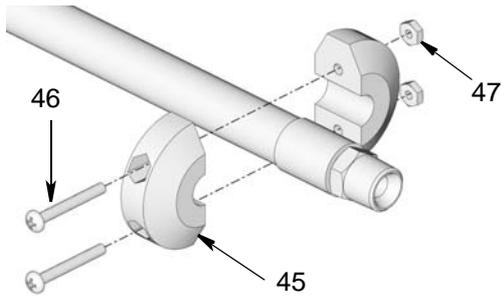

FIG. 14
14. Vuelva instalar el tope de bola y la válvula de suministro (FIG. 14).
15. Retire la abrazadera en C (A).